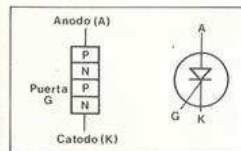

Figura 8
**TYRISTORES.**— Es un diodo cuya conducción sólo se efectúa cuando por su puerta entra una corriente (muy pequeña), y además (por ser un diodo) su ánodo sea más positiva que el cátodo. Su estructura y representación se muestran en la figura 8. En ella vemos claramente que entre A y K no habrá nunca conducción, tampoco la habrá entre G y A en ninguna posición, pero, sin embargo, entre G y K vemos que